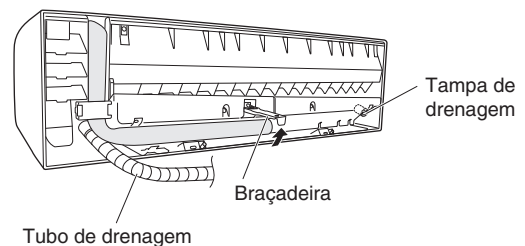

Fig. 3-29
- (a) Localize o tubo de drenagem e a tampa de drenagem. (Fig. 3-29)
- (b) Retire o parafuso que segura o tubo de drenagem no lado direito e, em seguida, puxe o tubo de drenagem para retirá-lo. (Fig. 3-29)